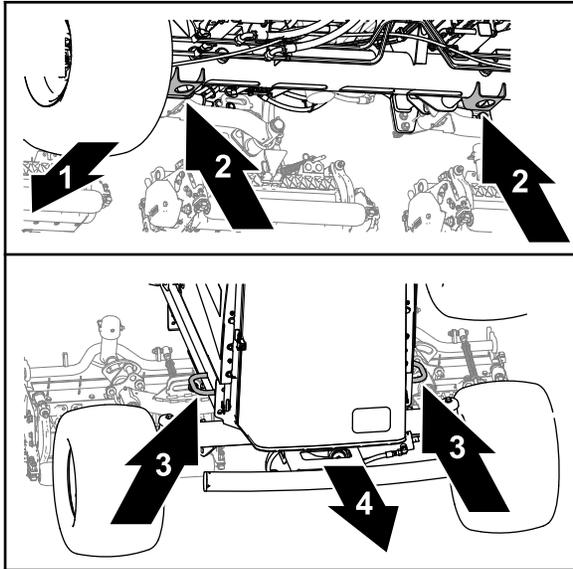

Figura 57
- Anteriore - il foro nelle staffe del martinetto del tubo dell'asse anteriore (Figura 57).